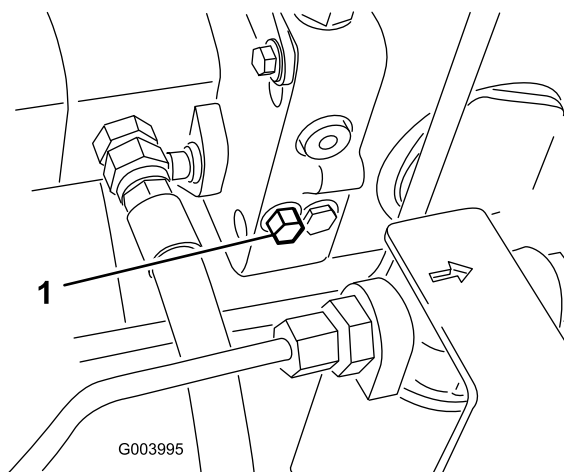

Figure 22
1. La vanne de dérivation est située du côté gauche de l'hydrostat (Figure 22). Tournez le boulon une fois et demie pour ouvrir la vanne et permettre la dérivation interne de l'huile. Il est alors possible de déplacer la machine lentement sans endommager la transmission.